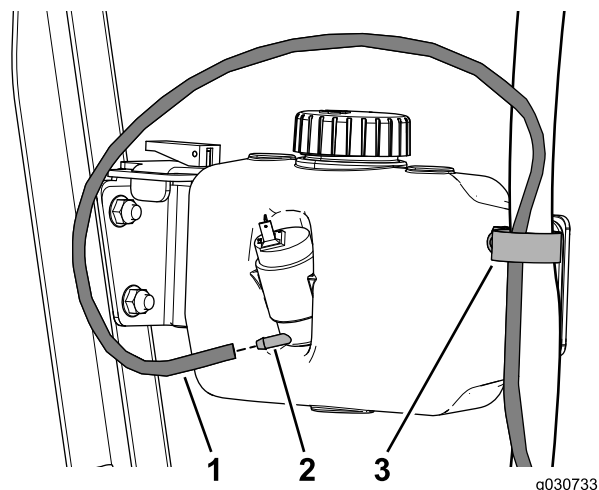

図 42
2. ウォッシャー用ホースをRクランプに通し、ウォッシャーボトルに接続する 図 42。